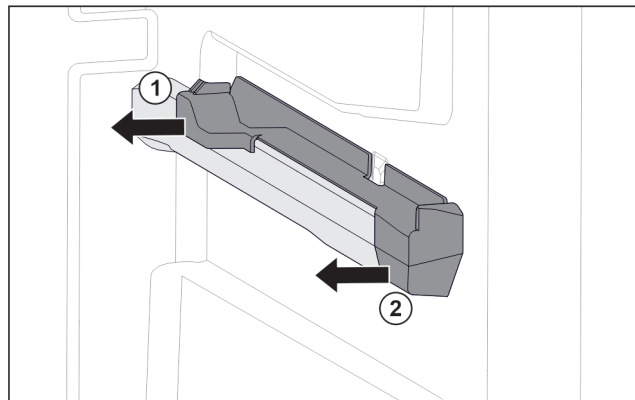

Fig. 75 Наставка върху дясното ребро на съда
- ▶ Изтеглете наставката отзад настрани. Fig. 75 (1)
- ▶ Изтеглете наставката отпред настрани. Fig. 75 (2)